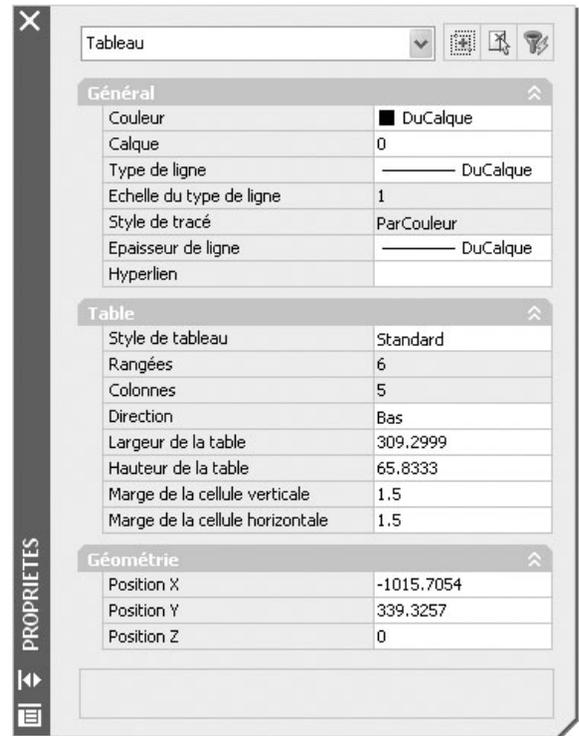

Fig.12.17
- 3 Dans la palette **Propriétés** (Properties), cliquer sur la valeur à modifier et entrer ou sélectionner une nouvelle valeur (fig.12.17).